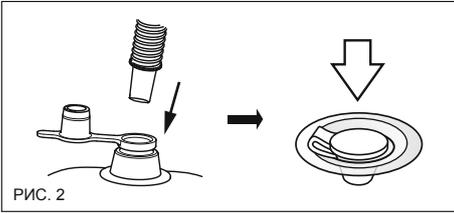

РИС. 2
2. Надуйте нижнюю камеру до давления 0,083 бара (1,2 psi). По завершении накачивания закройте предохранительные клапаны и с усилием вставьте их в воздушные камеры. (Рис. 2)